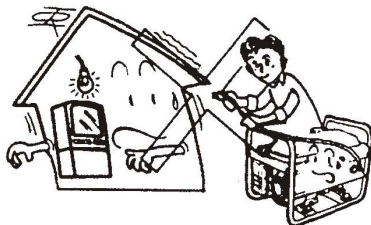

Figura 3
6.3 Não ligue a unidade ao circuito do edifício (Figura 3)